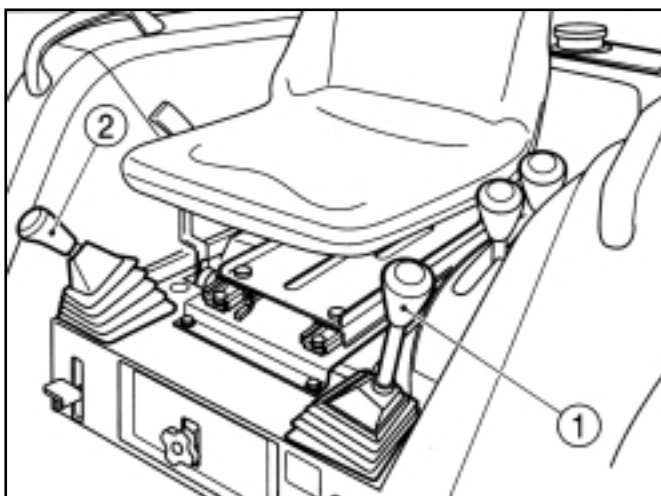

FIG. 25/ ABB. 25 / FIG. 25
Le levier de changement de gamme (illustré 1) dans la Fig. 25 est logé à l'avant gauche du siège. Ce levier vous donne le choix entre 4 groupes de vitesses, de très lente à maximale.
Le levier des changements de vitesse (2) illustré dans la Fig. 25 est logé à l'avant droit du siège. Ce levier vous donne un choix de 4 vitesses dans chaque groupe. La version HST n'est pas équipée de ce levier.
Der Wahlbereichshebel (1) in Abb. 25 befindet sich vorn links neben dem Fahrersitz. Dieser Hebel wählt zwischen vier grundsätzlichen Ganggruppen von der ersten, über die zweite und dritte Ganggruppe bis zur vierten Ganggruppe, der Schnellganggruppe.
Der Ganghebel (2) in Abb. 25 ist vorn rechts neben dem Fahrersitz angeordnet. Dieser Hebel dient zum Umschalten zwischen den Übersetzungsbereichen oder Zwischengängen eines Wahlbereichs. Er besitzt vier Gangpositionen. Die HST-Version ist nicht mit diesem Hebel ausgestattet.
De hendel voor de groepenschakeling (1) in Fig. 25 vindt u links vooraan de bestuurderszetel. Deze hendel laat u over vier hoofdversnellingen beschikken: van laagste groep naar tweede, derde en hoogste groep.
De versnellingshendel (2) in Fig. 25 vindt u rechts vooraan bij de bestuurderszetel. Deze hendel laat u beschikken over vier tussenversnellingen binnen elke groep: van eerste tot vierde versnelling. Het HST-model is niet uitgerust met deze hendel.